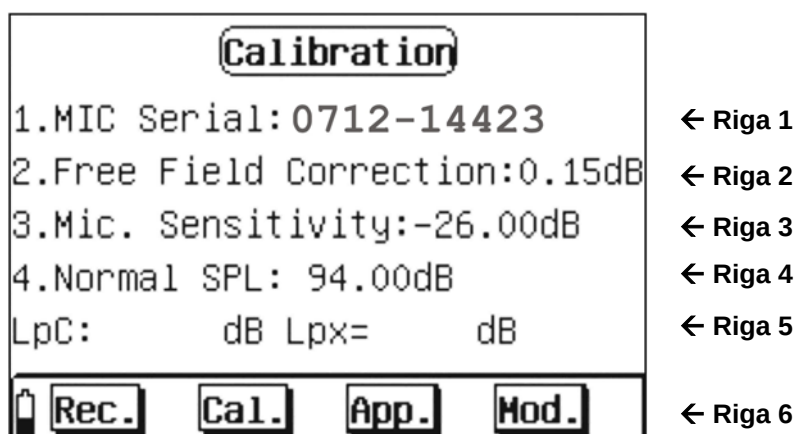

Fig. 35: Videata iniziale sezione calibrazione
2. Selezionare con i tasti “◀” o “▶” l'icona “**Calibrate**” e confermare con il tasto “↩” per entrare nella modalità di calibrazione (vedere Fig. 35)
6. Selezionare l'opzione "**Cal.**" sullo strumento (vedere Fig. 35) e premere il tasto "↩" per attivare la calibrazione che ha una durata di 10s